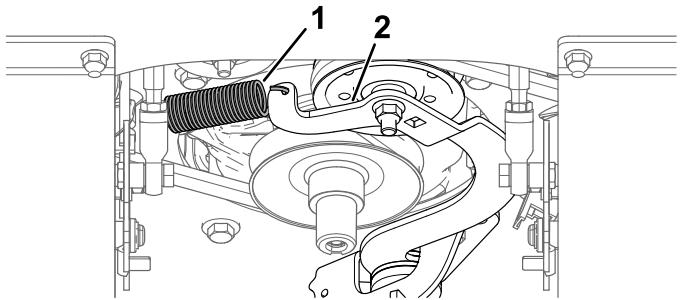

図 57
5. アイドラームの四角い穴にドライブラチットを差し込んでベルトの張りをなくす図 57。
9. スプリングアンカーにスプリングを取り付ける。ドライブらちえつどでスプリングに張りを掛け、アイドラプーリーにベルトを掛ける図 57。